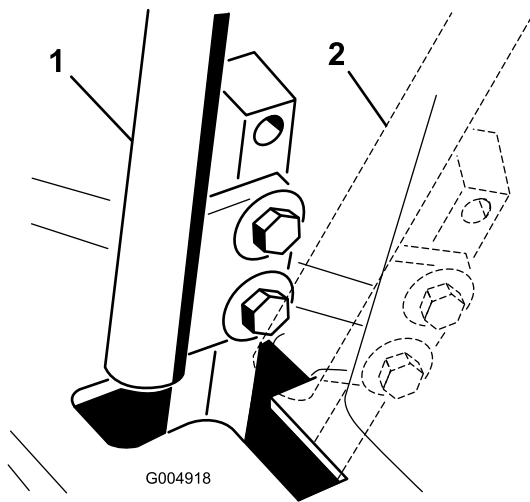

Figure 89
4. Placez le levier de commande au POINT MORT, sans le verrouiller (Figure 89).
6. Vérifiez la position du levier par rapport au cran de la console (Figure 89).